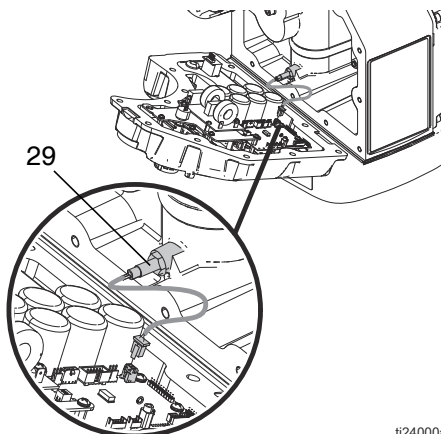

FIG. 20: Slaglagesledning
- Ledning till givaren för slagläge (29). Se FIG. 20 på sidan 16.